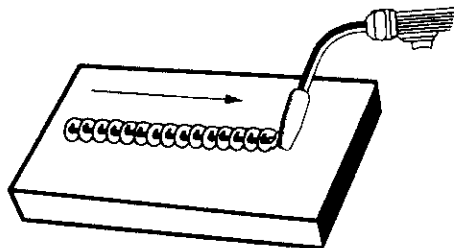

Figura 10. Cordón de refuerzo
1. Cordón de refuerzo (Figura 10) se hace desplazando la pistola en línea recta con el alambre y la boquilla centrados sobre la junta que se suelda. Este es el tipo más fácil de cordón.